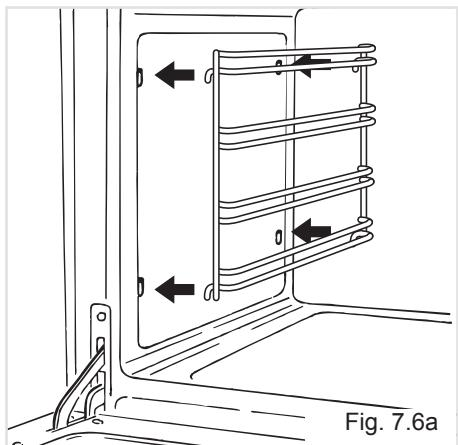

Fig. 7.6a
- Accrocher les grilles latérales fig. 7.6a).